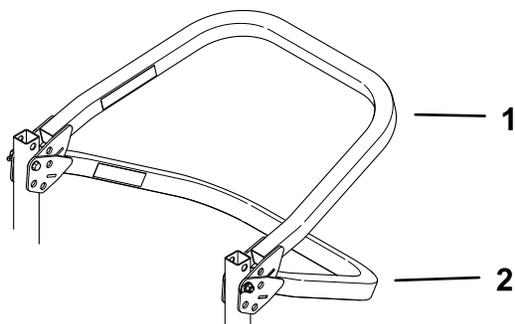

Figure 19
**Remarque:** Il y a 2 niveaux de position abaissée, comme montré à la Figure 19.